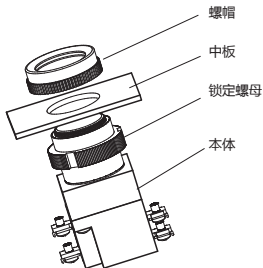

图2 LA19按钮安装示意图
7.1.1 LA19按钮安装时将按钮头部的螺帽拆下，将按钮头由面板后方插入安装孔内，于面板前方将螺帽旋紧，再将面板后方的锁定螺母旋紧。安装示意图见图2。